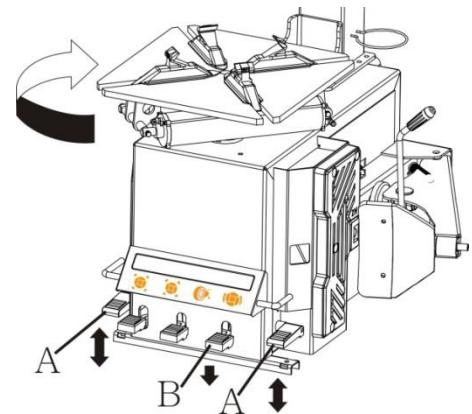

Abb. 12
- Testen Sie ob die Maschine richtig angeschlossen ist mittels der Pedale zur Bedienung der Drehscheibe (A, Abb. 12) einzudrücken Die Drehscheibe muss in Uhrzeigersinn drehen!! Dieser TEST IST SEHR WICHTIG!
- Folgend testen Sie den Fersenbrecher mittel eindrücken des Bedienungspedal (B, Abb. 12). Diesen Test führen Sie 3- bis 5-mal durch während eine zweite Person an der Rückseite der Maschine beobachtet ob ein Tropfen Öl in das Reservoir (F, Abb. 11) injiziert wird. Findet Injektion des Öls nicht statt Stellen Sie die Injektion mittels der Stellschraube (E, Abb. 11) erneut ein.